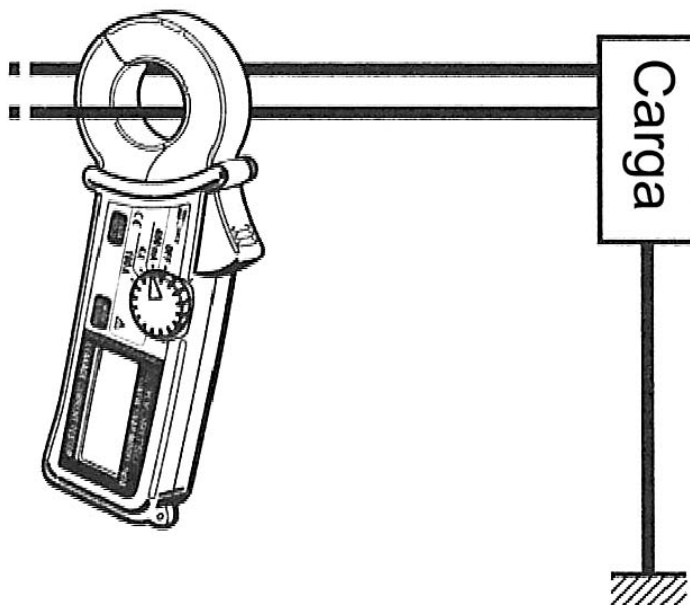

Fig. 4 Medición de Intensidad de carga.
- (1) Sitúe el Selector de Margen en la posición requerida. La intensidad medida no debe exceder la máxima intensidad de entrada permitida en el margen seleccionado.
- (2) Medición de la intensidad de carga (Vea la Fig. 4):